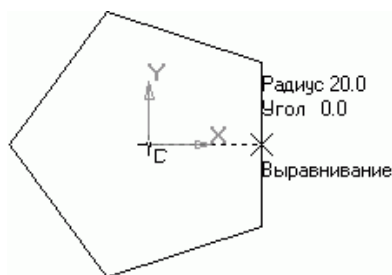

Рис. 3.13. Построение пятиугольника в эскизе
3. В режиме построения эскиза перейдите на панель Геометрия компактной панели инструментов и нажмите кнопку Многоугольник (она находится в одной группе с кнопками команд построения прямоугольников). Создайте пятиугольник с центром в начале координат эскиза и радиусом вписанной окружности 20 мм (рис. 3.13). Завершите редактирование эскиза.